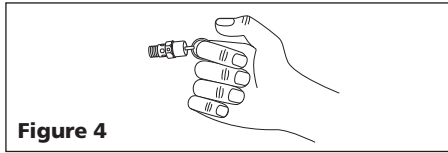

Figure 4
2. Porter des lunettes de sécurité, tirer l'anneau sur la soupape de sûreté (voir les Figure 4) pour dégager la pression du réservoir du compresseur. Utiliser l'autre main pour éloigner l'air se déplaçant rapidement du visage.
2. Tirer la bague sur la soupape de sûreté et la permettre de retourner à la position normale (Figure 4).